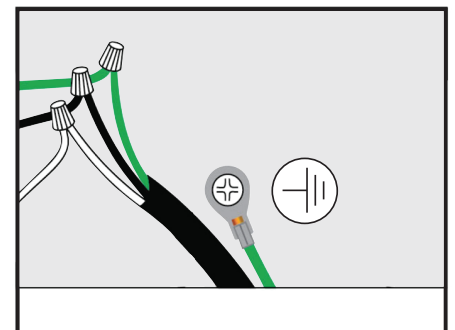

Figure 7
- Branchez le câble au câblage de la hotte. (Voir figure 7)